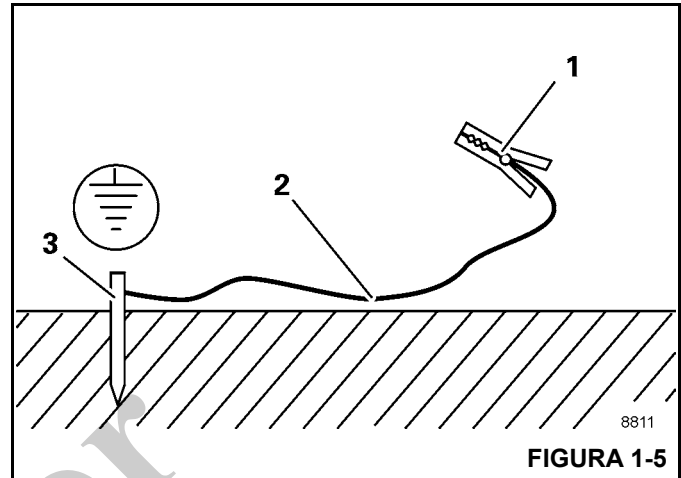

FIGURA 1-5
1. Entierre una varilla de metal (3, Figura 1-5) (de aproximadamente 2.0 m (6.6 pies) de largo) al menos 1.5 m (5 pies) en el suelo.
2. Humedezca la tierra alrededor de la varilla de metal (3) para obtener una mejor conductividad.
3. Sujete con abrazadera un cable aislado (2) a la varilla metálica (3), sección transversal de por lo menos 16 mm2 (0.025 pulg2).
4. Conecte el extremo libre del cable con una abrazadera (1) a un lugar del marco que sea buen conductor eléctrico.